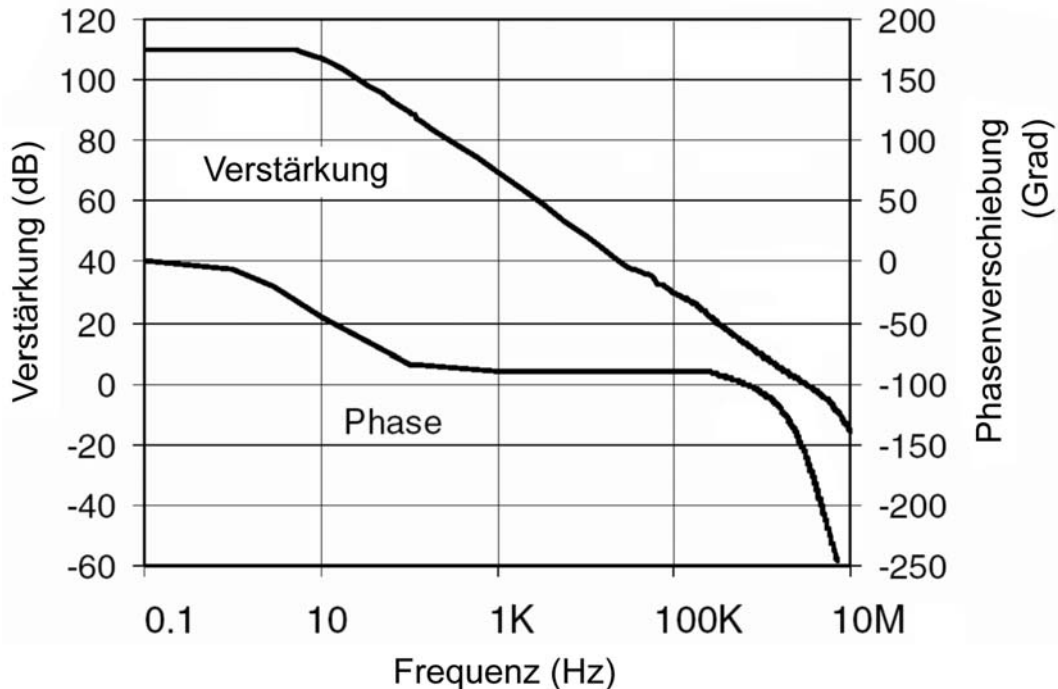

Abb. 8 Bode-Diagramm eines Operationsverstärkers (nach: Microchip)
28. Abb. 8 zeigt das Bode-Diagramm eines Operationsverstärkers. Kann dieser Verstärker als 1:1-Puffer (Impedanzwandler) betrieben werden? Erläutern Sie kurz (anhand des Diagramms), wie Sie zu Ihrer Aussage gekommen sind.